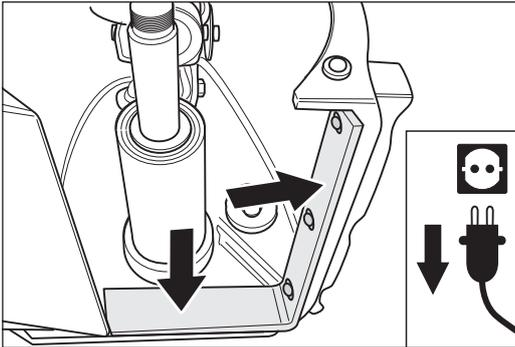

Fig. 38 El filtro obturador no debe presentar daños y, en su caso, sustituirlo.
- Asegúrese de que el fieltro obturador no esté dañado o desgastado (Fig. 38).